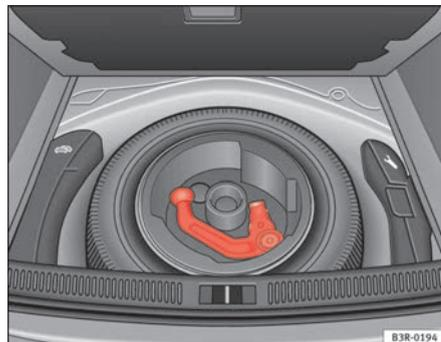

Fig. 148 Coffre à bagages : roue de secours avec dispositif d'attelage
- Pour les véhicules avec roue de secours ⇒ fig. 148.